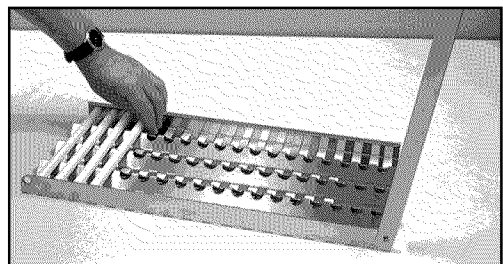

FIG. 23
3. Placez 18 tiges en céramique sur le radiant (Fig. 23).